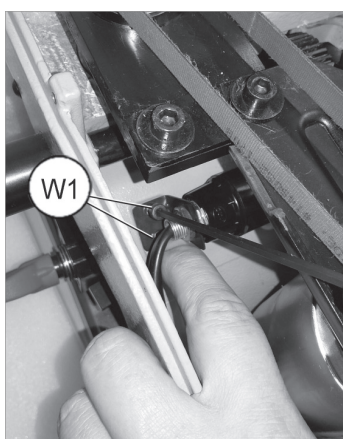

Fig. 43
- 2) Desenroscar con precaución los 2 tornillos (W1) y retirar el soporte de la lámpara (W) (Fig. 43)
- 4) Posicionar de nuevo el soporte de la lámpara (W) y fijarlo con los 2 tornillos (W1).